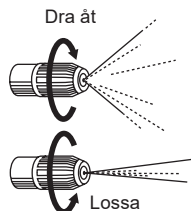

Figur 14
1. Vrid kranen mot "lock" för att använda maskinen som typen av enhuvud. Se figur 14.